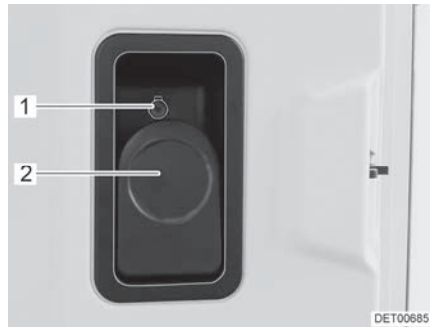

Bild 53 Dörrlås (ingångsdörr insida)
**Öppna:** ■ Drag i spaken (Bild 53,2).
**Låsa:** ■ Tryck in låsknappen (Bild 53,1).